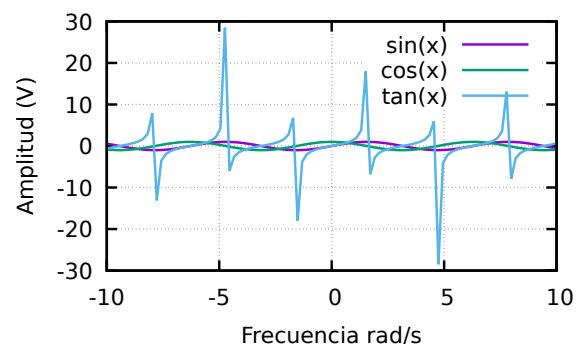

Figura 1. Relación de tensión-corriente para una bobina, utilizando una señal senoidal con una frecuencia de  $f = 1$  GHz.
**“En relación a la figura 1 se ve que cae más brusco en comparación con la figura 2”**, la frase anterior no es clara, pero si se tomará la siguiente redacción es más clara **“Con base al espectro FM de la figura 1 se cuantificó un piso de ruido de -90 dBm, donde para una frecuencia de 500 kHz la potencia medida es de +5 dBm por encima del nivel de piso de ruido obtenido en la figura 2, es por ello que la desviación FM disminuye en al menos 2 % para los casos analizados.”**